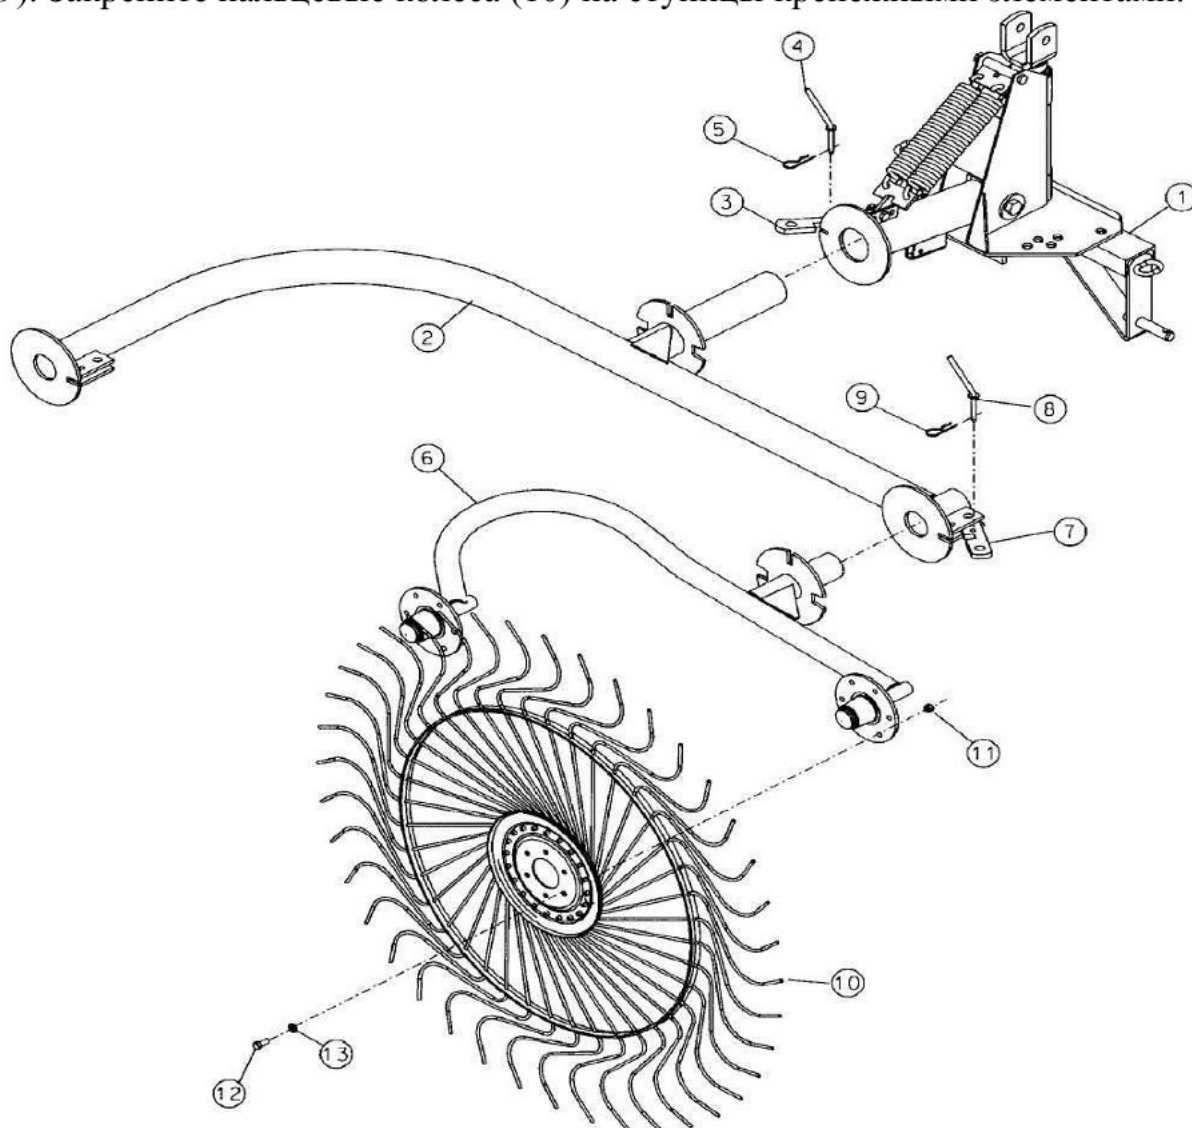

Рис. 6 Сборка граблей
Расположите навесное устройство (1) на опорной поверхности (рис. 6), вставьте боковую раму (2) в рычаг как показано на рисунке; зафиксируйте раму замком (3), с помощью пальца (4) и шплинта (5). Установите колесные рамы (6) во фланцевые шарниры боковой рамы и зафиксируйте их замками (7), с помощью пальцев (8) и шплинтов (9). Закрепите пальцевые колеса (10) на ступицы крепежными элементами.